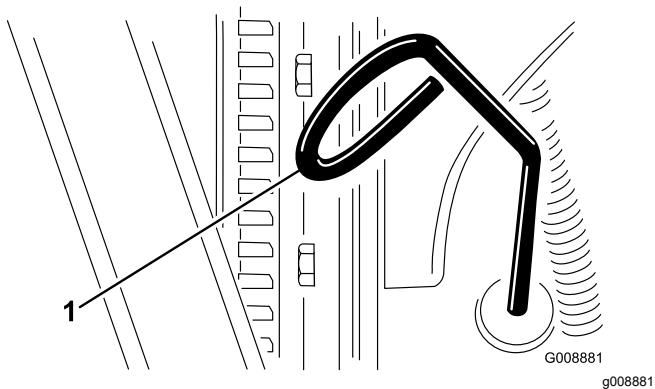

Figure 28
- Retirez la jauge (Figure 28) et essuyez-la sur un chiffon propre.